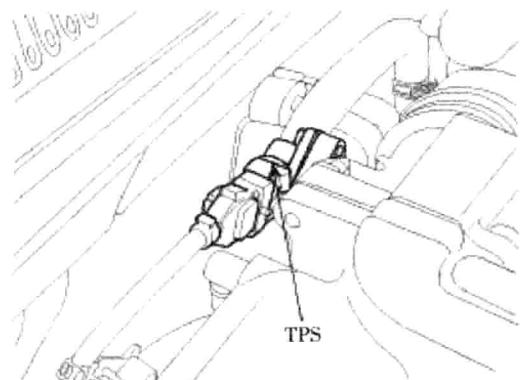

图 1-1-4 节气门位置传感器 (TPS) 位置图
- (4) 节气门位置传感器 (TPS) 位置图如图 1-1-4 所示。